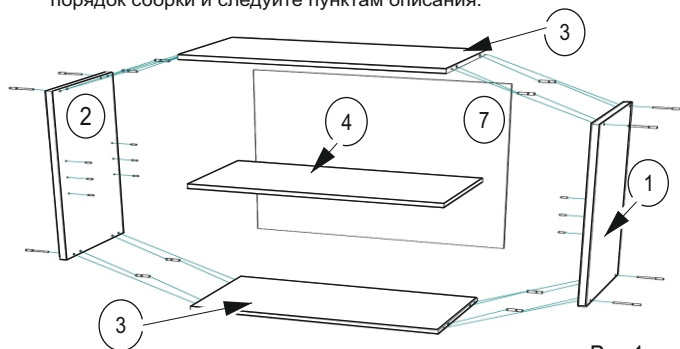

Рис.1.
5. Закрепить заднюю стенку ДВП (дет.7) шурупами (поз.14). Рис.1.